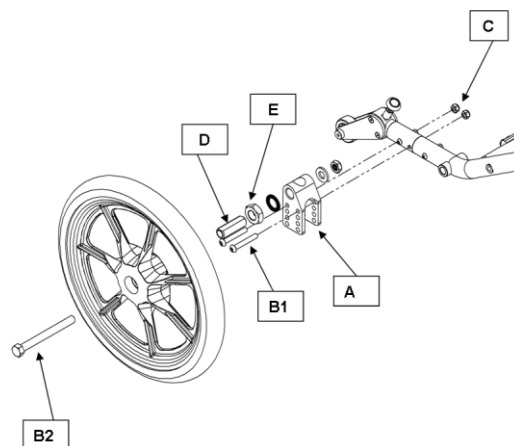

Figure 8 - Installation de la roue arrière de 16 po (40,6 cm)
3. Insérer l'essieu **B2** à l'intérieur du moyeu de la roue (Figure 8);